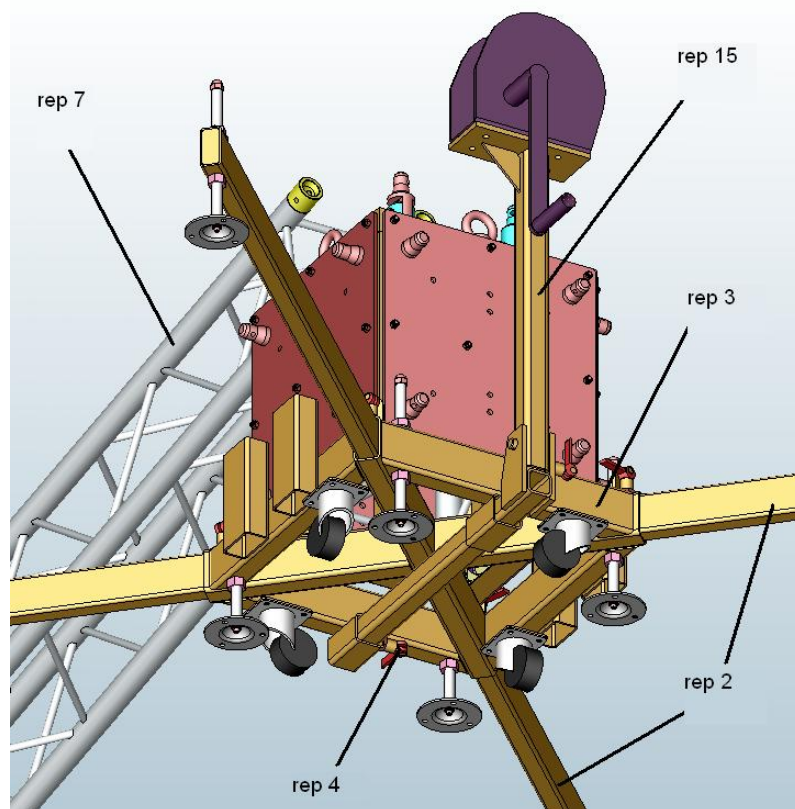

fig.10
a) Assembler le support du treuil (rep 15) sous le châssis en le plaçant dans le trou prévu à cet effet (fig.10).
b) Verrouiller le support du treuil (rep 15) sous le châssis (rep 3) à l'aide de l'index à ressort (rep 4) placées sous le châssis (fig.10)